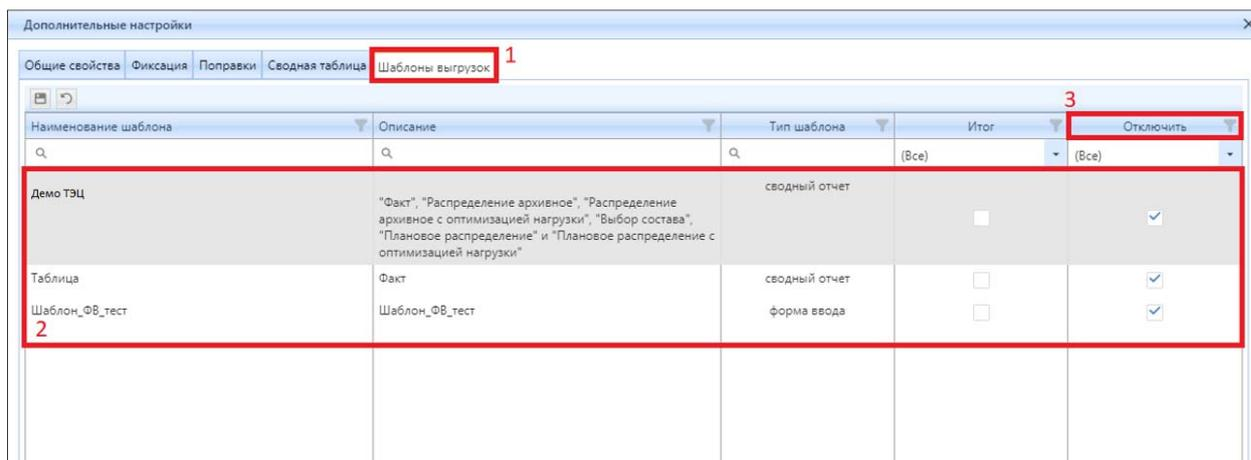

Рисунок 4.7.49 – Окно «Дополнительные настройки», шаблоны выгрузок
1. перейти во вкладку (1) «Шаблоны выгрузок» (рис. 4.7.49);
2. выбрать шаблоны в конструкторе сводных отчетов (2) (рис. 4.7.49);
3. убрать чек-бокс с колонки (3) «Отключить» (рис. 4.7.49).